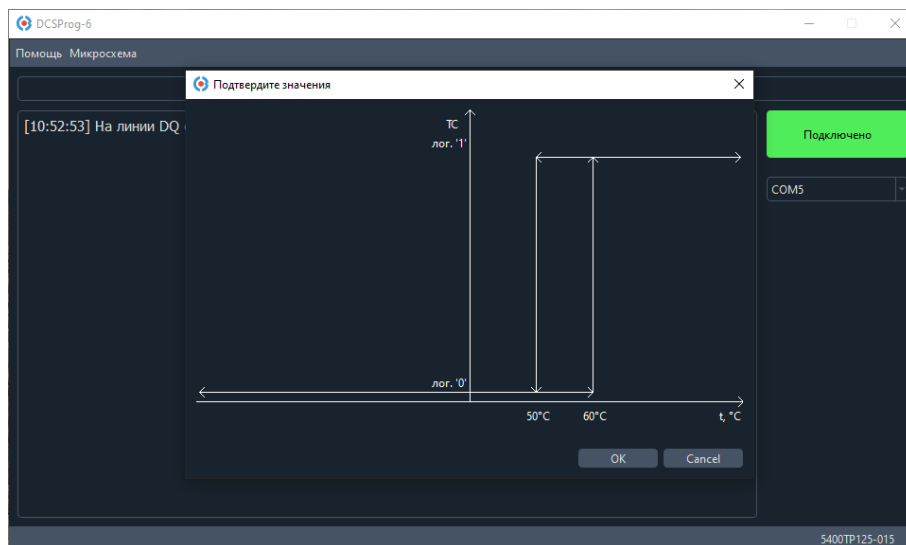

Рисунок 8. Подтверждения введенных значений
2. После ввода значений TH, TL, POL нажмите кнопку «ОК» в окне «Запись в память», откроется окно подтверждения введенных значений с диаграммой работы микросхемы (Рисунок 8). Для подтверждения введенных данных и программирования микросхемы в режим SOFT нажмите «ОК», для возврата к предыдущему окну нажмите «Cancel».